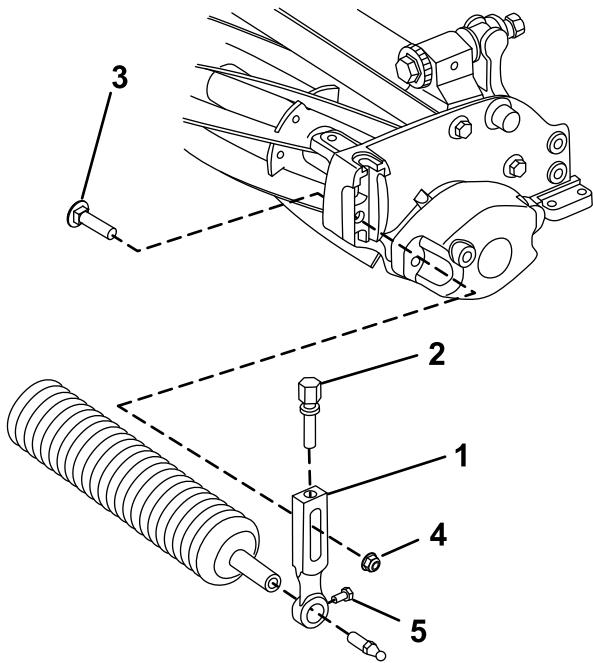

Figura 3
1. Retire o parafuso do arado e porca de bloqueio flangeada que prendem um dos braços da altura de corte à placa lateral da unidade de corte (Figura 3).
2. Desaperte os parafusos de montagem do rolo nos suportes da altura de corte (Figura 3).
3. Deslize o veio do rolo para o braço da altura de corte na extremidade oposta da unidade de corte (Figura 3).
4. Deslize o suporte HOC para o veio do rolo (Figura 3).
5. Instale, sem apertar, o rolo na unidade de corte com o suporte HOC e dispositivos de fixação previamente removidos (Figura 3).
7. Aperte os parafusos de montagem do rolo (Figura 3).